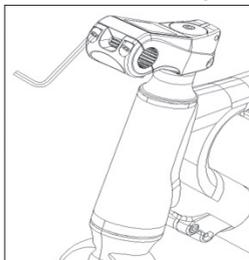

Figura 1-3
- Desaperte os quatro parafusos da braçadeira do guidador no sentido contrário ao dos ponteiros do relógio com uma chave Allen de 5 mm e, em seguida, retire os parafusos e o painel frontal, conforme ilustrado em **Figura 1-3** e **1-4**.